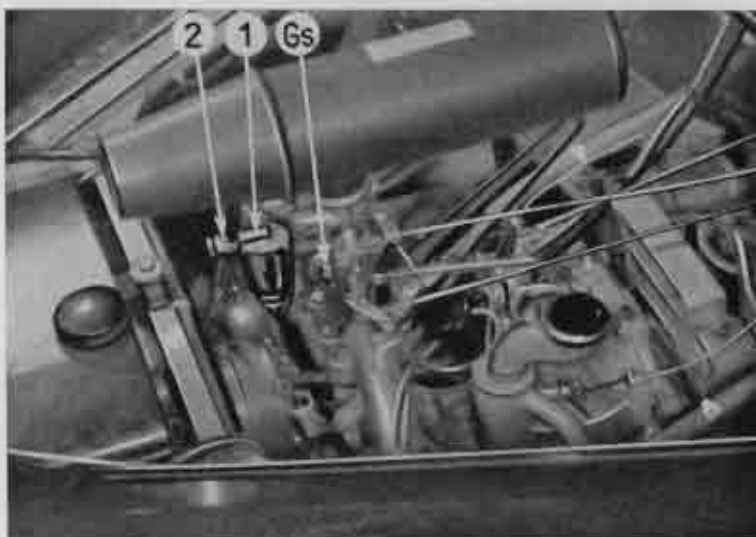

Fig. 28
Filtre à essence (1) (fig. 28). — Il est fixé directement sur le carburateur. Pour le nettoyer, dévisser le bouton moleté situé à la partie inférieure, la cuve en verre se trouve ainsi libérée.
Les figures 28 et 29 montrent la position des différents gicleurs qu'il est très facile d'atteindre et de vérifier en les dévissant.